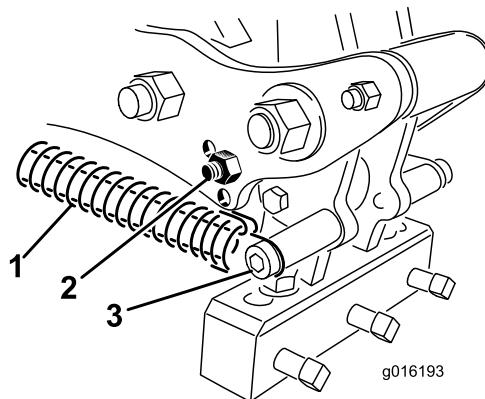

Figura 39
3. Liberte a tensão da mola para a cabeça do dente (Figura 39).
4. Retire o parafuso do pára-choques e o pára-choques do braço de ligação e volte a colocá-los no outro orifício de ajuste (Figura 39).